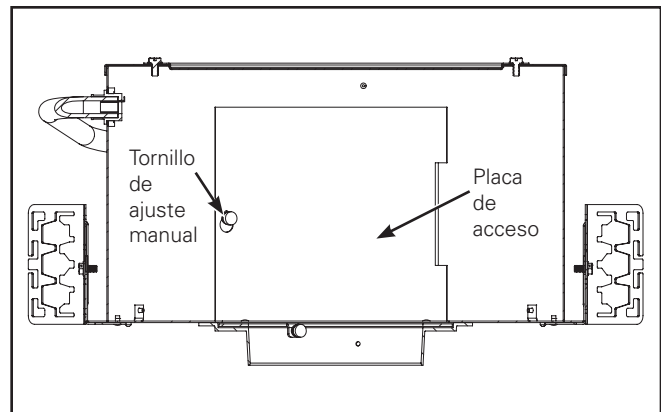

Figura 14.
1. Si estuviera por debajo del techo, retire la unidad de la moldura del alojamiento y luego afloje el tornillo de ajuste manual, rote la placa de acceso en sentido horario y tire para quitarla (Figura 14).